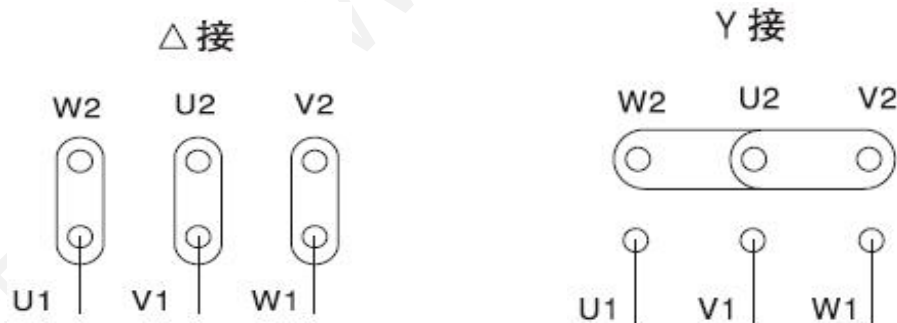

图6
7.3.3 六端子接线盒通过连接片改变接法，可适应两种不同电压需要（见图6），有两个进线口可引入二根多芯电缆的接线盒，当引入一根多芯电缆只使用一个进线口时，另一个进线口的堵棒不得拿掉，否则将失去防爆性能。